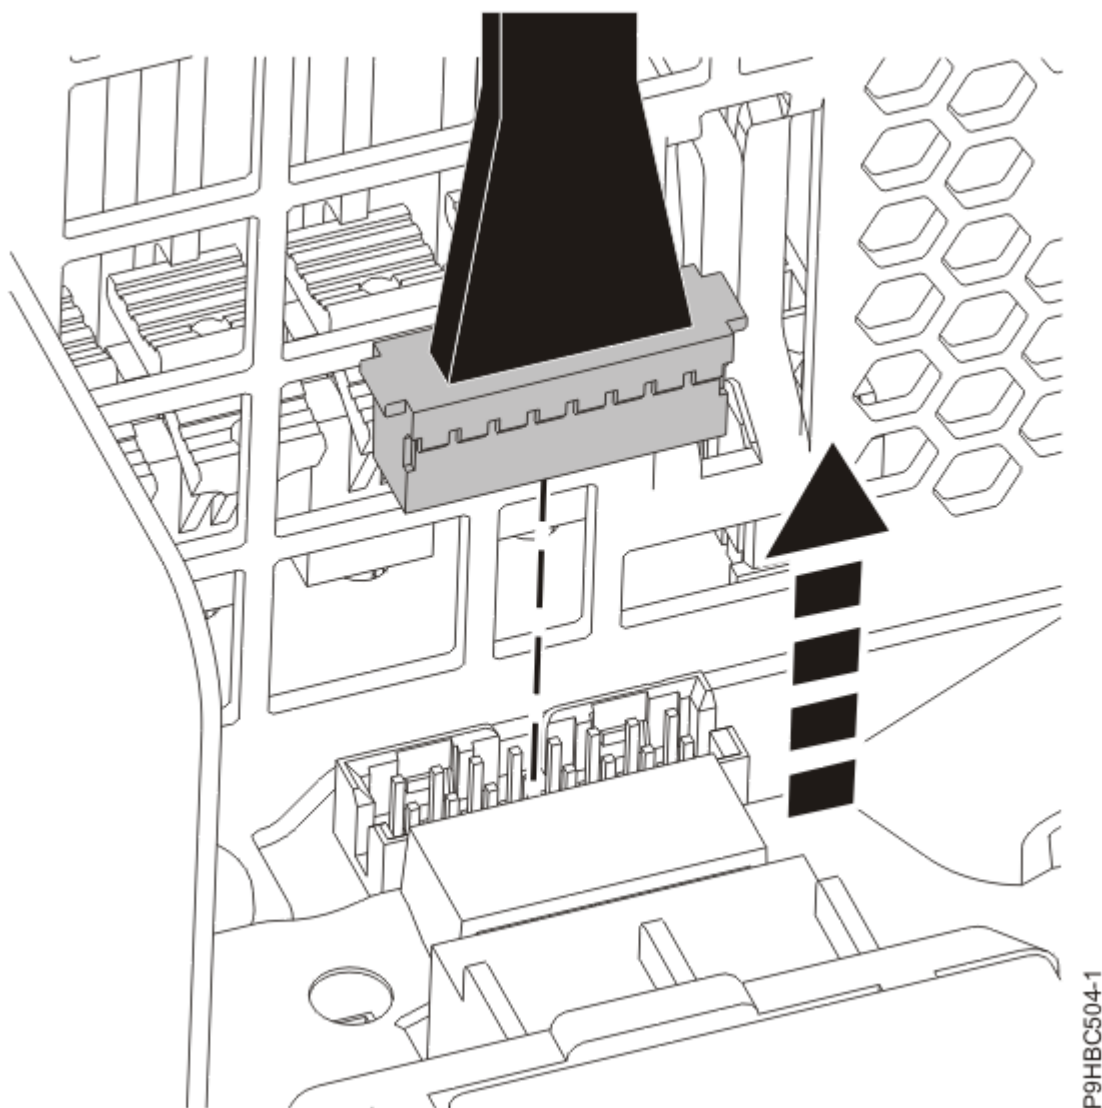

Figura 31. Desconnexió del cable del panell de control de la placa posterior del sistema
3. Desconnecteu el cable del panell de control de la placa posterior del sistema tal com es mostra a la Figura 31 a la pàgina 35.